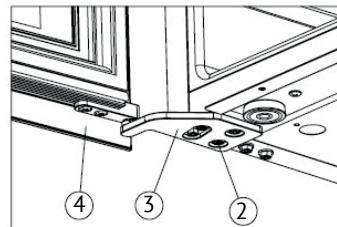

Bild 5
☞ Installieren Sie das rechte obere Scharnier (3) und ziehen Sie die M5*16-Schrauben fest (2) (Bild 5).